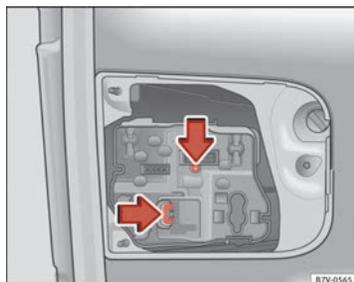

Fig. 212 En el portón trasero: Retirar el portalámparas.
5. Presione las lengüetas de bloqueo en el sentido de la flecha ⇒ fig. 212 y extraiga el portalámparas.